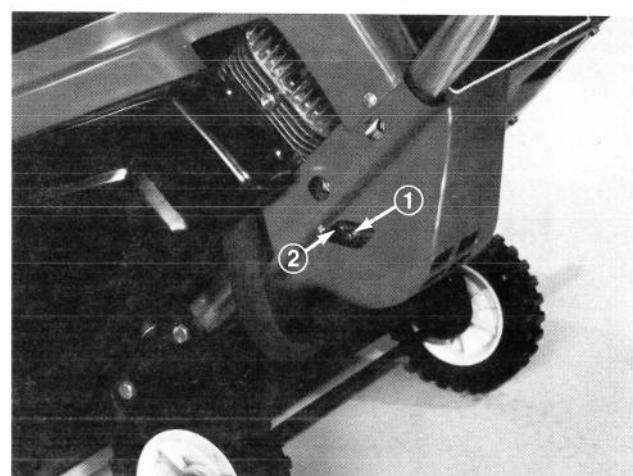

Abb.17
1. Haupteinstellschraube (Abb. 17) – Die Schraube vorsichtig nach rechts hineindrehen, bis leichter Widerstand spürbar wird. Dann die Schraube wieder um 7/8 Umdrehung nach links herausdrehen.
2. Leerlaufeinstellschraube (Abb. 17) – Die Schraube vorsichtig nach rechts hineindrehen, bis leichter Widerstand spürbar wird. Dann die Schraube wieder um eine volle Umdrehung (360°) nach links herausdrehen.